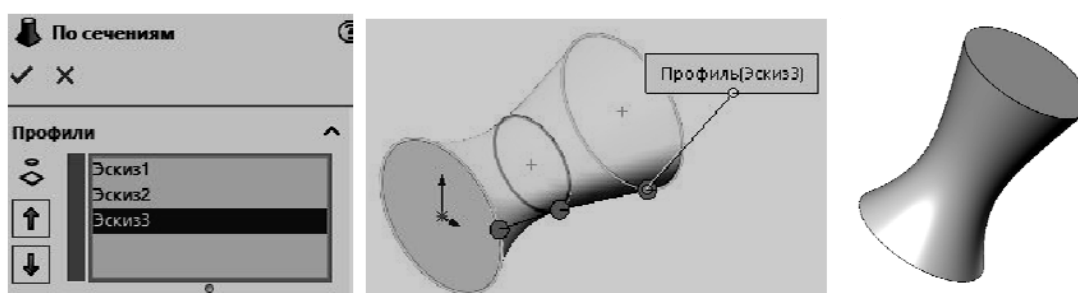

Рис. 4. Применение инструмента «Бобышка / основание по сечениям»
– сформировать профиль песочных часов: «Элементы» / «Бобышка / основание по сечениям» (рис. 4);